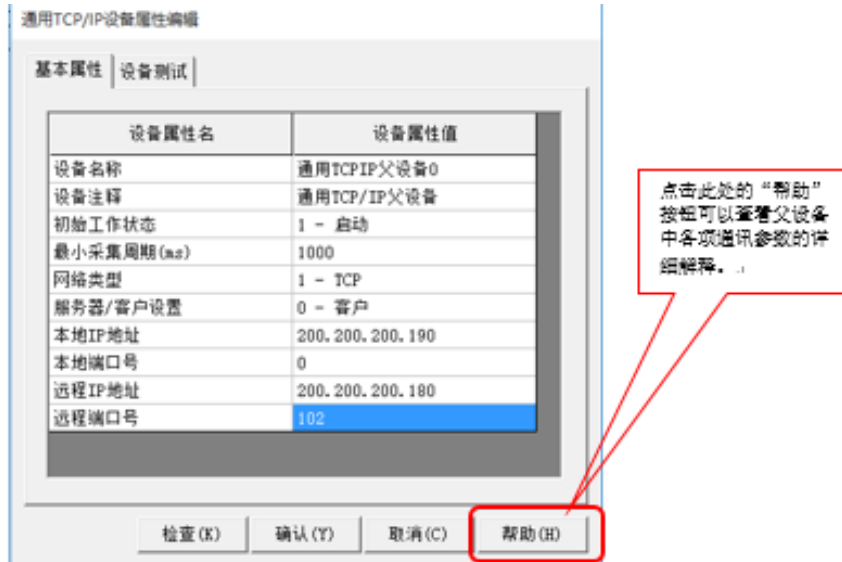

图 4.4.3
①双击“通用 TCP/IP 父设备”，进入父设备属性编辑页面，选择“基本属性”设置通讯参数，网络类型选择“TCP”，服务器/客户设置选择“客户”，本地 IP 地址填写触摸屏的 IP，远程 IP 地址填写 smart200 PLC 的 IP，本地和远程 IP 需要保持在同一个网段（触摸屏 IP 修改方法可以参考章节 3.3.2 和图 3.3.4）。本地端口号可以填写“0”或者“3000”，远程端口号由 PLC 提供，和 smart200 PLC 通讯时远程端口号一般设置为“102”。也可以通过点击父设备属性编辑页面中的“帮助”查看通用 TCP/IP 父设备中各个通讯参数使用说明。如图 4.4.3 所示。